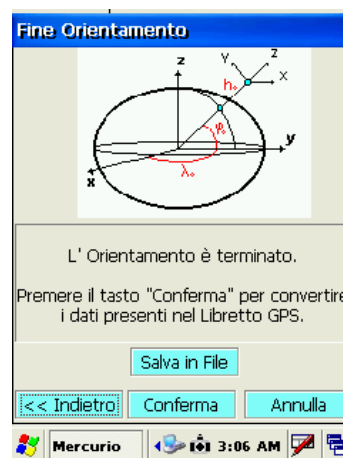

fig.119
24. Selezionare **Conferma** per accettare la configurazione (fig. 119)